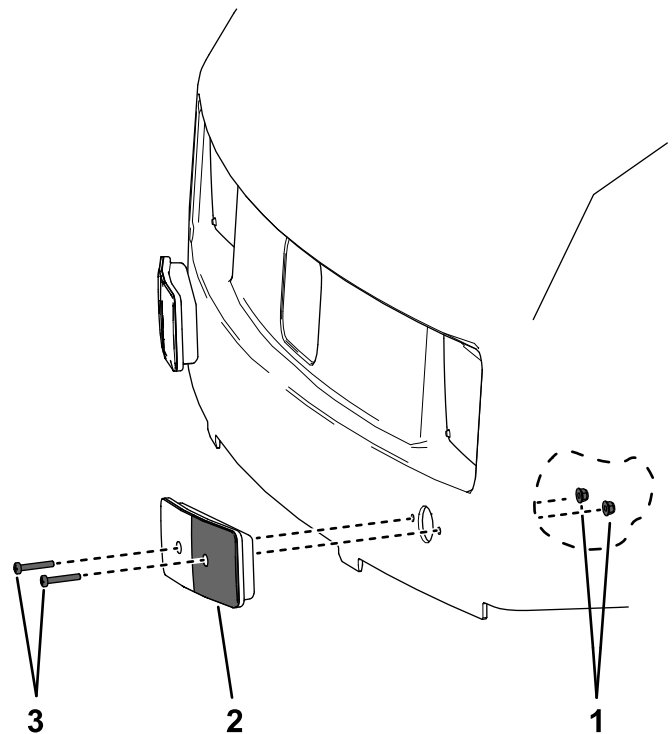

Figura 21
1. Rimuovete i 4 bulloni a testa Phillips e i dadi che fissano le luci di direzione al cofano (Figura 21).